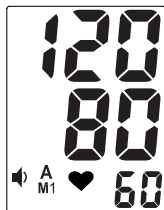
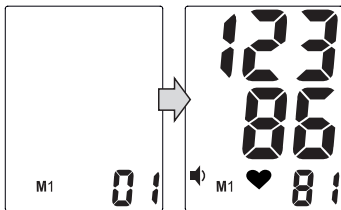

Рис.16
Рис.17
3. Просмотреть содержимое памяти прибора Вы можете, нажав кнопку М1 или М2. При первом нажатии кнопки М1 (или М2) на экране появится среднее значение 3-х последних измерений, сохраненных в память М1 (или М2), обозначенная символом «А» (рис. 16). При повторном нажатии кнопки М1 (или М2) на экране появится индикатор выбранной памяти М1 (или М2) и номер ячейки памяти, а через 1 секунду отображается ее содержимое (рис. 17), продублированное голосовым сопровождением. Каждое нажатие кнопки М1 (или М2) вызывает переход к следующей ячейке памяти.